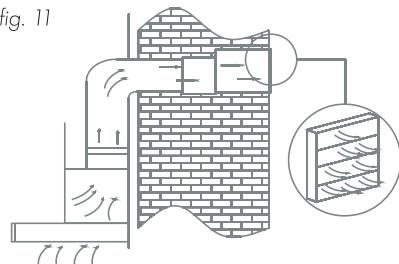

fig. 11
07. Si su cocina tiene un soffit sobre los muebles, puede colocar el ducto dentro del soffit y luego descargarlo horizontalmente a través de la pared exterior hacia una tapa de ducto (vea fig.11).